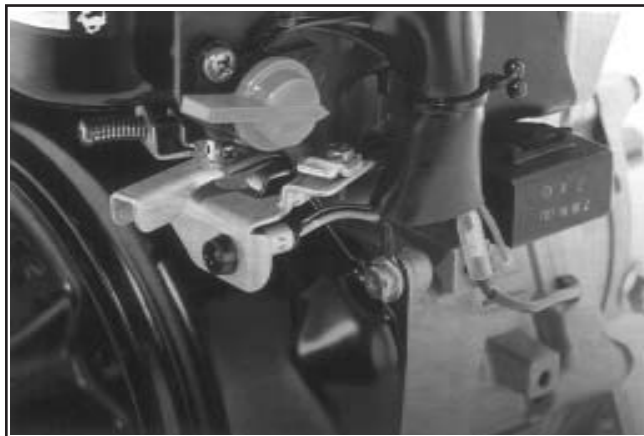

Figure 9-20. Vis en argent avec câble de terre CS4, CS6.
1. Retirer les vis hexagonales à brides restantes maintenant le carter du ventilateur. La vis dans la position supérieure droite peut également fixer un câble de terre sur certains modèles. Voir les figures 9-20 et 9-21.